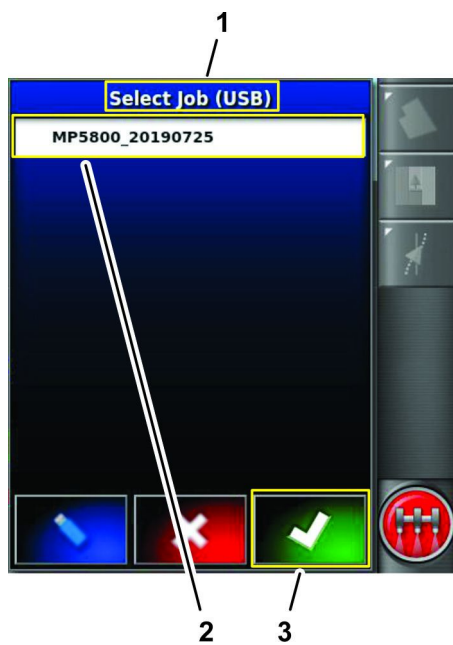

Рисунок 95
- Нажмите на значок рабочего задания, которое вы хотите перенести на другую машину, нажмите на значок подтверждения (Рисунок 95).